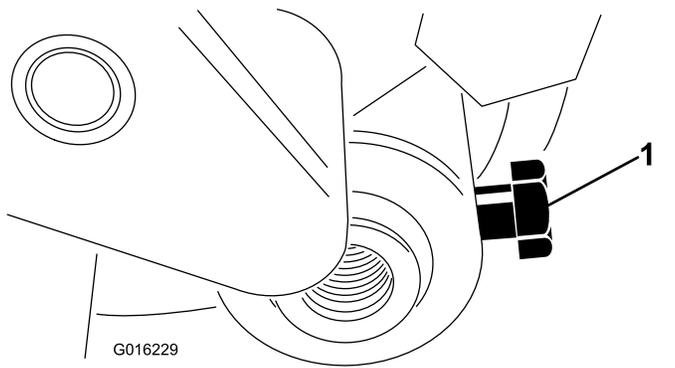

Figure 31
3. Desserrez le boulon qui fixe l'arbre du rouleau au bras de hauteur de coupe (Figure 31).